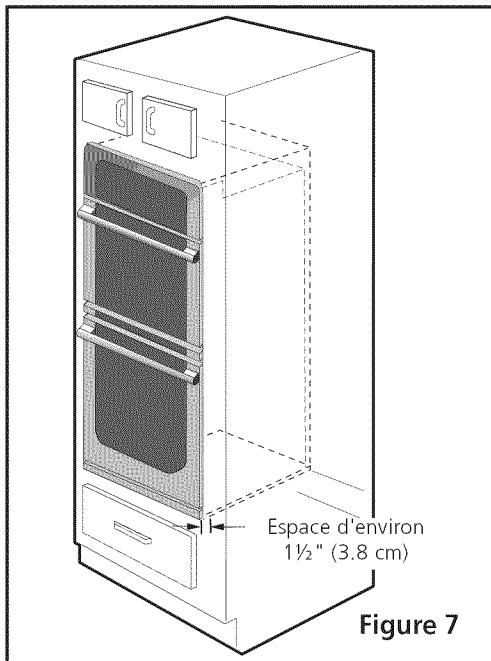

Figure 7
- 5 Insérez l'appareil dans le découpage de l'armoire. Glissez l'unité vers l'intérieur en laissant un espace de $1\frac{1}{2}$ " (3.8 cm) entre le four et le devant de l'armoire (voir figure 7).